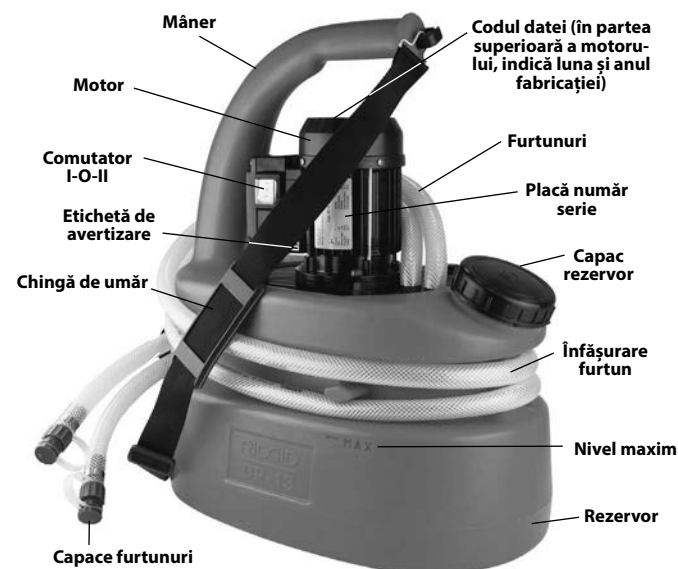

Figura 1 – RIDGID DP-13 Pompă detartrare
- Prezența și lizibilitatea etichetei de avertizare (*vedeți figura 1*).
1. Deschideți capacul rezervorului și umpleți rezervorul cu soluție de detartrare pentru a vă asigura că carcasa rotorului pompei este imersată în timpul funcționării. Nu umpleți rezervorul peste nivelul Max, vedeți figura 1.